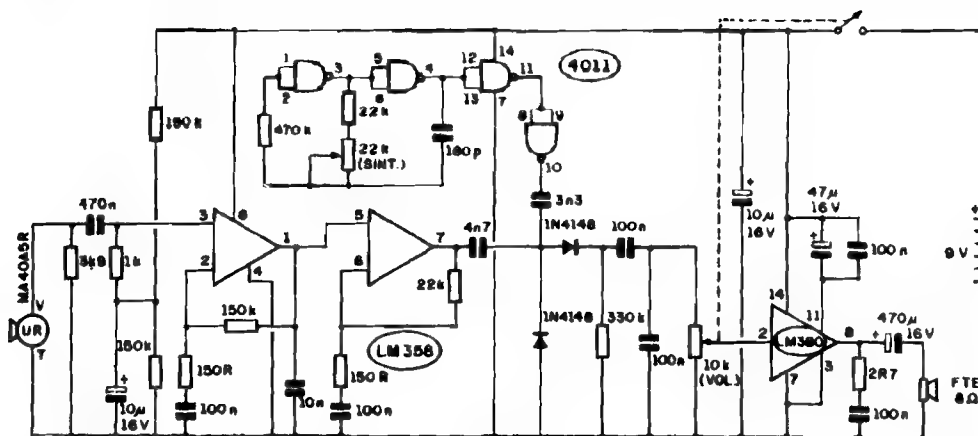

Fig.1
- FIG. 1 - O CIRCUITO - O "escutador" do SOULS é uma cápsula muito específica, um transdutor ultra-sônico piezo, tipo "receptor" (não serviriam, no caso, cápsulas ultra-sônicas do tipo "emis-